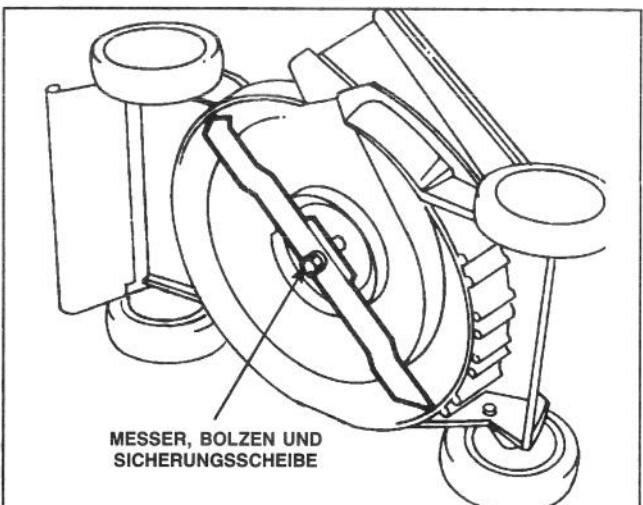

Abbildung 16
3. Mäher auf die linke Seite kippen (Abb. 16).
5. ENTFERNEN DES MESSERS—Das Ende des Mähmessers mit einem Lappen oder einem dicken Handschuh anpacken. Messerbolzen, Sicherungscheibe und Messer entfernen (Abb. 16).